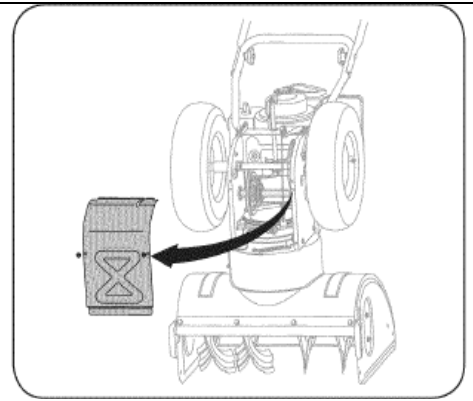
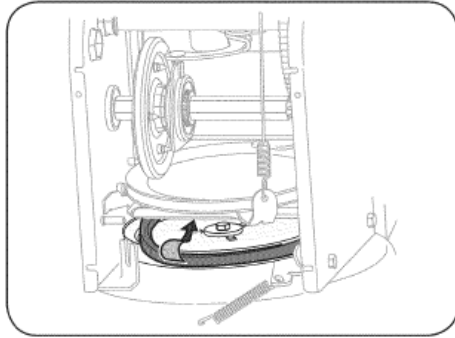
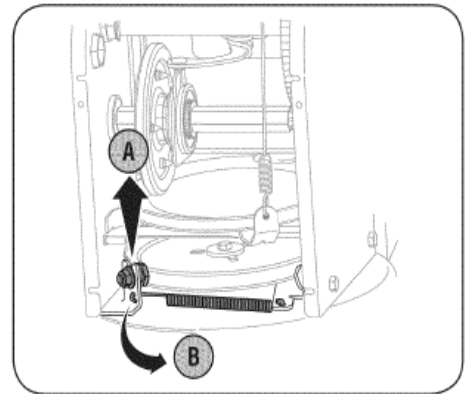

Рис. 30
Рис. 32
Рис. 31
<p>Замена ремней Ремень шнека Чтобы снять и заменить ремень шнеков снегоочистителя проделайте следующее:</p> <ol style="list-style-type: none"> <li>Чтобы топливо не пролилось, осушите топливную систему, оставив двигатель работающим до его полной остановки.</li> <li>Отверните 2 самореза, крепящих пластиковый кожух ремня в передней части двигателя, и снимите его. См. Рис. 28.</li> <li>Стащите ремень шнека со шкива двигателя (См. Рис. 29).</li> <li>Аккуратно запрокиньте снегоочиститель вверх и вперед таким образом, чтобы он стоял, опираясь на кожух шнеков.</li> <li>Снимите рамную защитную крышку с нижней части снегоочистителя, вывинтив четыре фиксирующих самореза (См. Рис. 30).</li> <li>Снимите ремень следующим образом (См. Рис. 31):       <ol style="list-style-type: none"> <li>Ослабьте и извлеките болт, выполняющий роль держателя ремня;</li> <li>Отсоедините пружину кронштейна тормоза от рамы.</li> </ol> </li> <li>Снимите ремень со шкива шнека и пропустите его между опорным кронштейном и шкивом шнека (См. Рис. 32).</li> <li>Установите новый ремень шнека, выполняя инструкции в обратном порядке.</li> <li>Протестируйте систему управления шнеками (методика проверки описана в разделе «Сборка»).</li> </ol> <p>ВНИМАНИЕ: Не забудьте после замены ремня установить обратно болт и закрепить пружину кронштейна тормоза к раме.</p>	 <p style="text-align: center;">Рис. 28</p>  <p style="text-align: center;">Рис. 29</p>
5. Снимите рамную защитную крышку с нижней части снегоочистителя, вывинтив четыре фиксирующих самореза (См. Рис. 30).